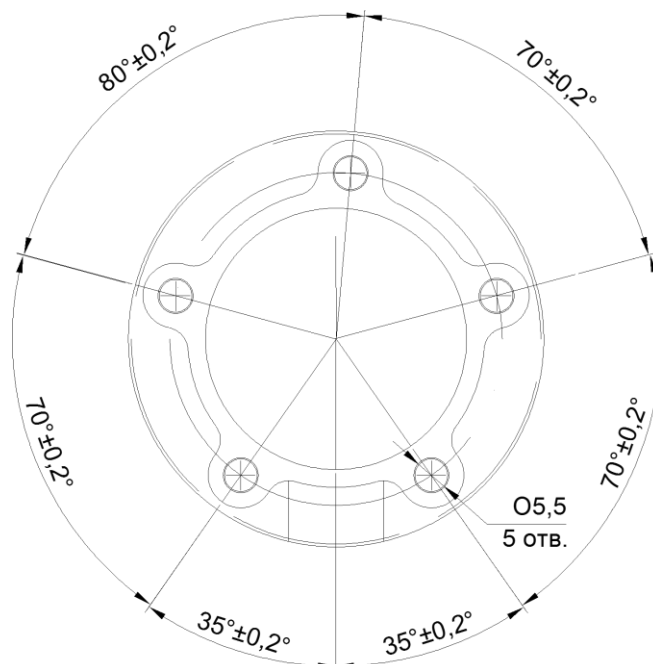

Рисунок 10 – Схема расположения отверстий под крепежные элементы
1. Просверлить центральное отверстие (рис. 3) под монтаж датчика. Для установки датчика необходима биметаллическая коронка диаметром 35 мм. Вставить в него датчик и наметить отверстия для крепления датчика к баку. Схема расположения отверстий под крепёжные элементы представлена на рис. 10.